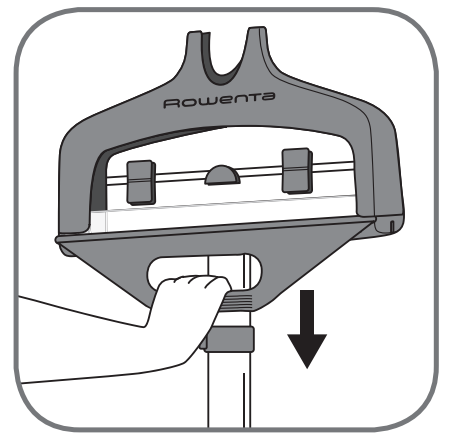

fig. 15
- Prenez la poignée du Roll & Press system et déroulez le support vers le bas (fig 15).